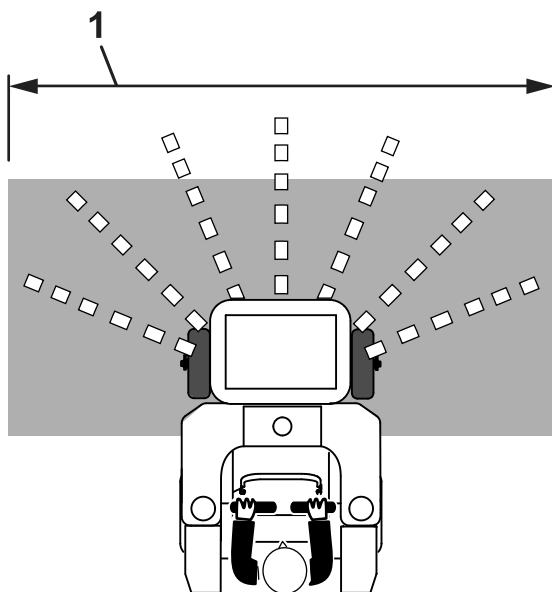

Figure 31
4. Ouvrez la trappe de la trémie pour commencer l'épandage de matériau granulaire (Figure 31).